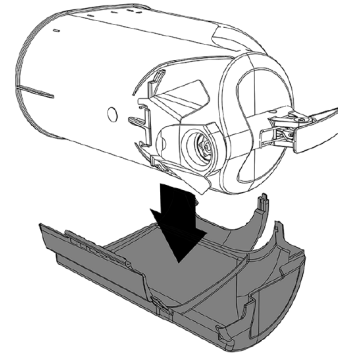
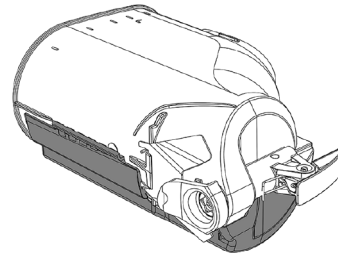

Bild 13
Bild 14
- 1 Die rechte Seite der Abdeckung auf eine Fläche legen. Den Behälter hineinlegen. (Bild 13)(Bild 14).